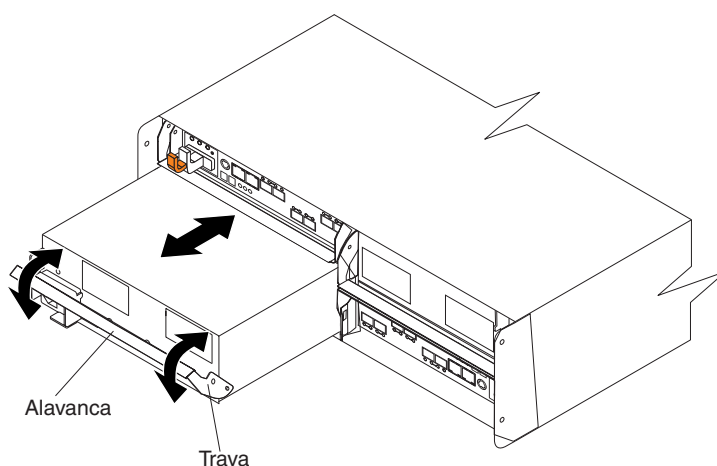

Figura 17. Removendo uma Unidade de Fonte de Alimentação e de Refrigeração
2. Puxe lentamente a alavanca para fora do chassi para remover a unidade de fonte de alimentação e de refrigeração, conforme mostrado na Figura 17.